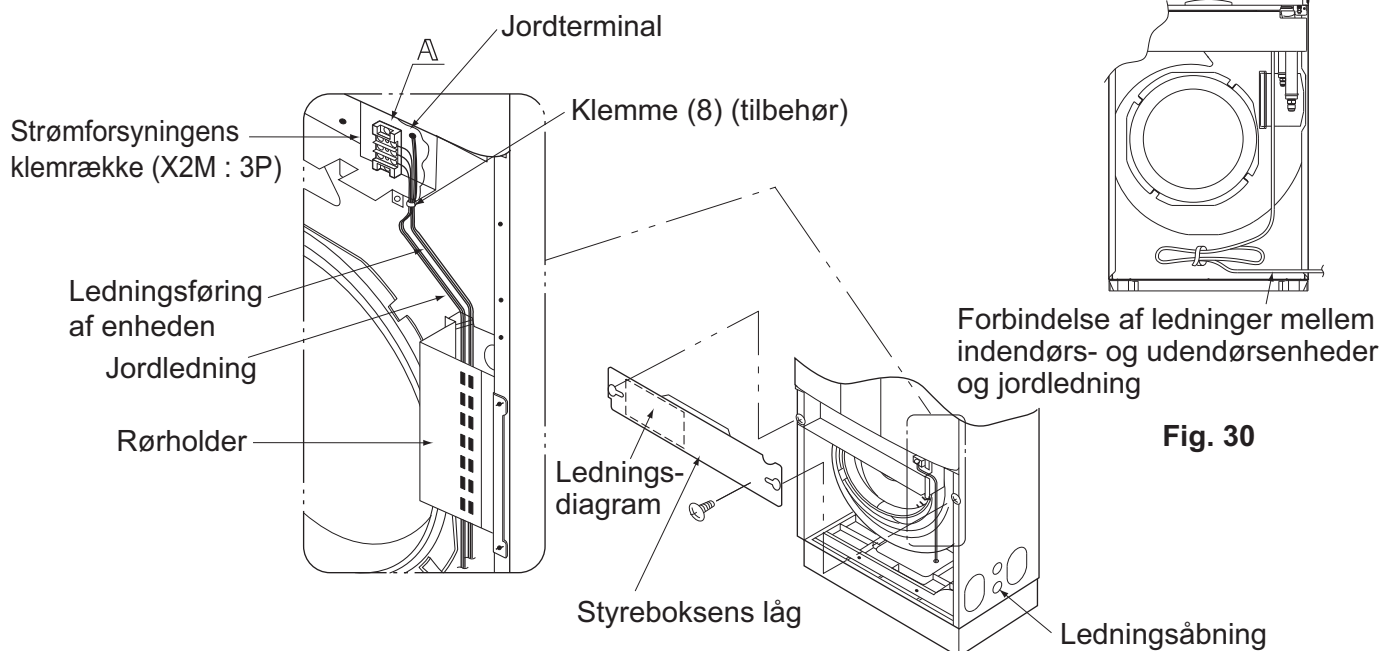

Fig. 30
- Før forbindelsesledningerne og jordledningen på indersiden af rørpladen. Ledninger, der forbinder enhederne, og jordledningen fastgøres til rørholderen. Hold overskydende ledning på plads, som vist i **fig. 30**. Ledningerne kan komme i kontakt med andre dele såsom ventilatoren, og indendørsenheden kan blive beskadiget.